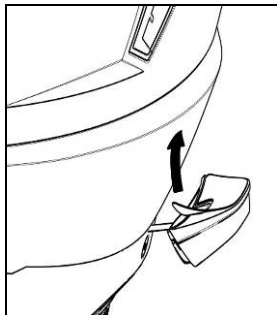
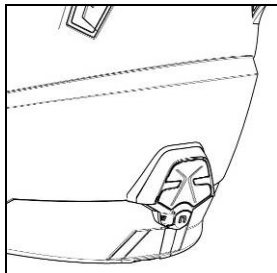

Fig. 8
Fig. 9
- Avlägsna skyddsfilm från hjälmadaptern dubbelhäftande tejp (Fig. 8) och fäst ESS-systemet vid hjälmen (Fig. 9).